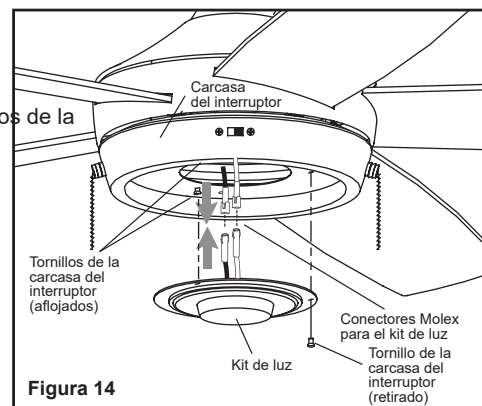

Figura 14
Paso 5. Retire uno de los tornillos de la carcasa del interruptor del borde exterior de la carcasa del interruptor. Conserve el tornillo de la carcasa del interruptor. Afloje los otros dos tornillos de la carcasa del interruptor (no los quite). **(Figura 14)**
Paso 6. Sostenga el kit de luz cerca de la carcasa del interruptor. **(Figura 14)** Conecte el cable BLANCO del kit de luz al cable BLANCO de carcasa del interruptor empujando los conectores Molex para unirlos. Conecte el cable AZUL del kit de luz al cable AZU4 (o NEGRO) de la carcasa del interruptor empujando los conectores Molex para unirlos.
Alinee el orificio restante del kit de luz con el orificio restante de la carcasa del interruptor. Instale en los orificios alineados el tornillo de la carcasa del interruptor que se retiró de la misma. Apriete los 3 tornillos de la carcasa del interruptor para fijar el kit de luz en su lugar. **(Figura 14)**